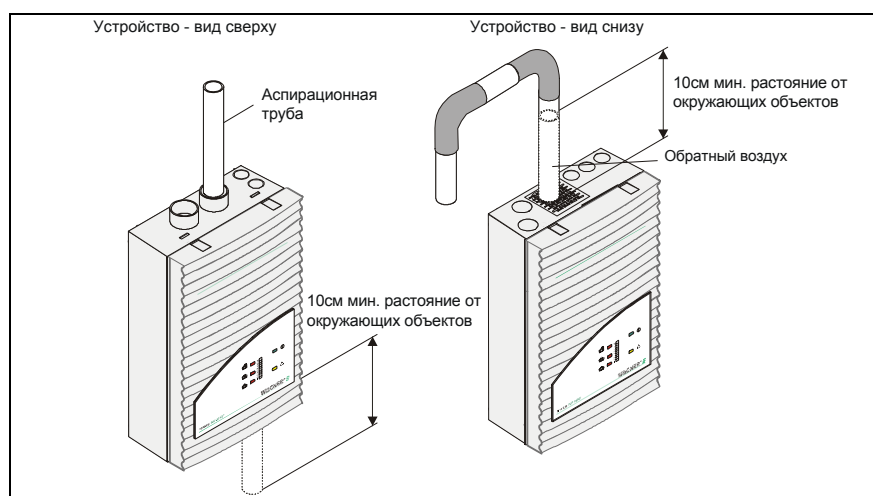

Рис. 5.6: Установка TITANUS TOP • SENS®
5. Установите монтажную панель с платой сброса в место, показанное на Рис. 5.6.